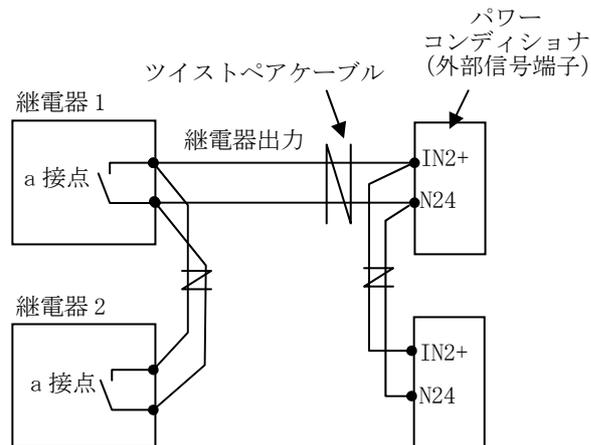
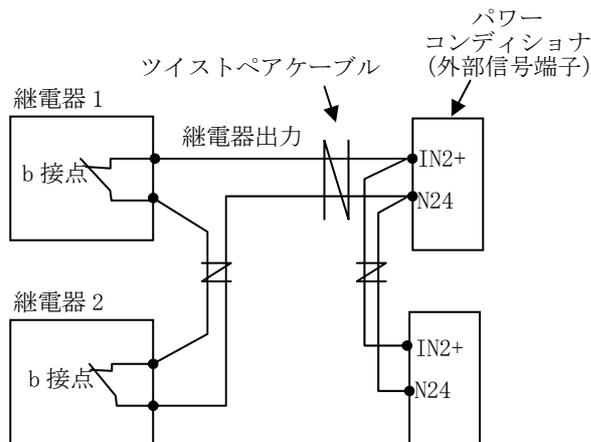

図 2-16 外部継電器等の配線方法 (パワーコンディショナ 2 台、a 接点出力の継電器 2 台の例)
図 2-17 外部継電器等の配線方法 (パワーコンディショナ 2 台、b 接点出力の継電器 2 台の例)
(3) 外部継電器等の配線
- ・外部に地絡過電圧継電器 (OVGR) 等の継電器を使用する場合は、パワーコンディショナの外部信号端子台 (TB3-1) の IN2+ と N24 に継電器等の出力を接続してください。また複数の継電器等を使用する場合は a 接点、b 接点で接続が違いますので図 2-16、図 2-17 を参照してください。
- ・外部に設置する継電器等の接点出力は初期設定では a 接点となっています。b 接点出力の場合は図 2-17 および「3.3.4 初期設定方法 (9)」をご参照ください。